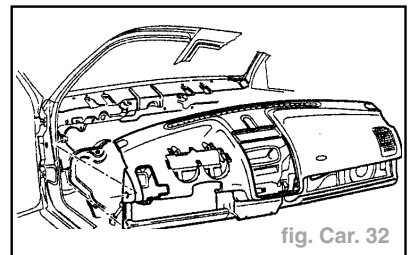

fig. Car. 32
- Retirer le tableau de bord en le soulevant (fig. Car. 32).